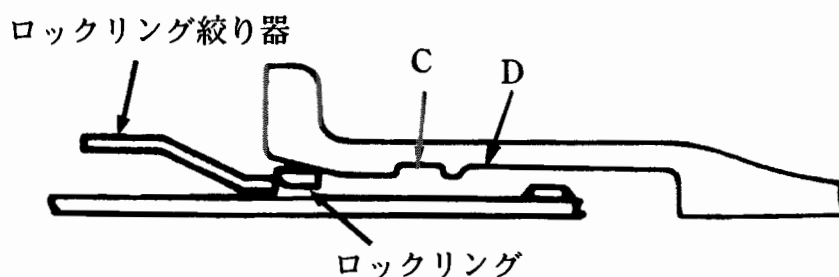

図9 ロックリングのセット
- (1) ロックリング絞り器を利用してロックリングを絞る。
- (2) ロックリングを受口溝内に装着し張りつかせて図9のCの位置にあることを確認する。(Dの位置に入ることがあるので注意を要する。)